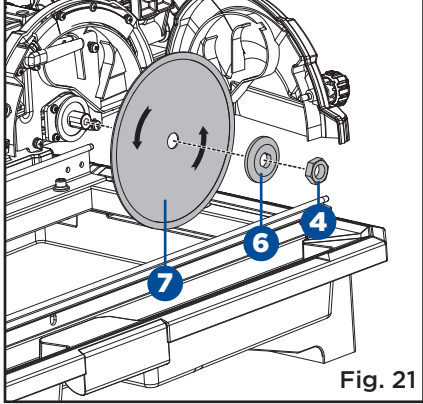
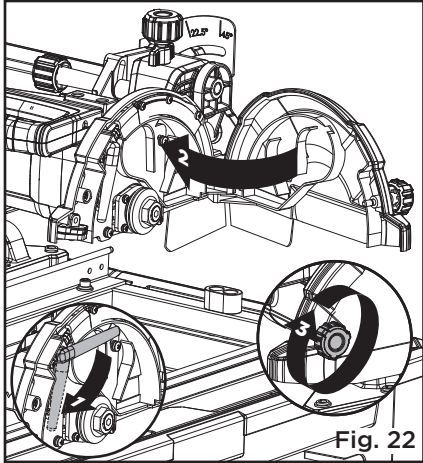

Fig. 21
Fig. 22
- Placez la roue de coupe (7) dans le disque (avec les flèches de la roue en sens anti-horaire). (Fig. 21)
- Remplacez la rondelle extérieure (6) en veillant à ce que les brides externes soient alignées aux brides du disque. Remplacez l'écrou de disque (4) sur le disque. (Fig. 21)
- Au moyen de la clé à disque (3), appuyez sur le verrou de disque (5) (situé à l'intérieur de l'assemblage de la tête du moteur) et serrez solidement l'écrou de disque (4).
- Faites tourner la buse à eau (2) dans sa position originale. Refermez et verrouillez le protège-meule. (Fig. 22)